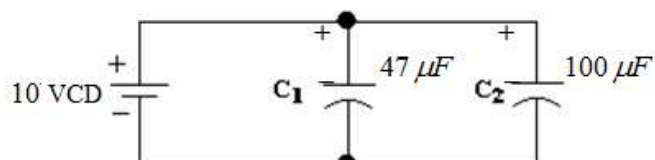

Figura 3.10 Capacitores en paralelo
- i) Arma el circuito de la figura 3.10.